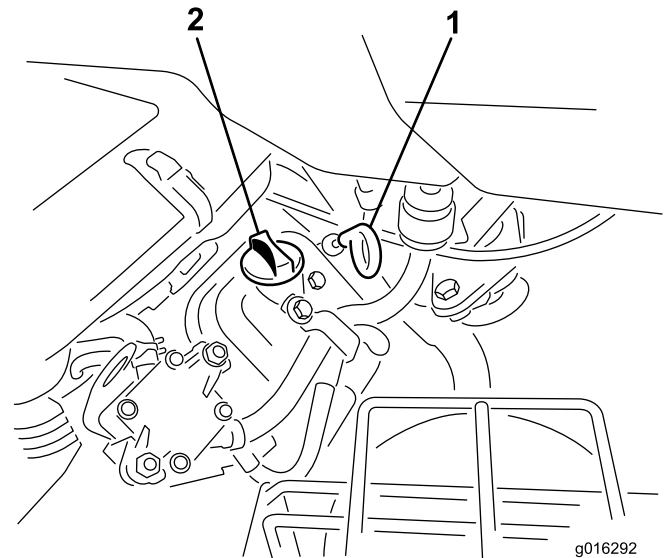

Figura 28
2. Desenrosque la varilla y límpiela con un paño limpio. Enrosque la varilla en el tubo asegurándose de que entre a tope (Figura 28).